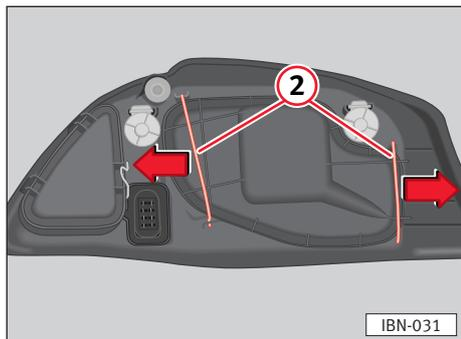

Fig. 151
- Desplazar los tirantes ⇒ fig. 151 ② hacia afuera, en el sentido de las flechas y retirar la tapa.